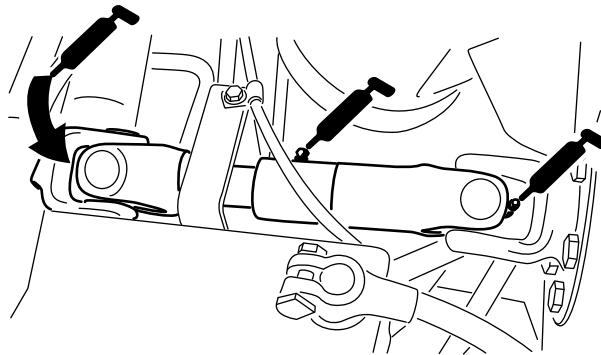

Figura 29
- Junta em U do veio propulsor da bomba (3) (Figura 29)